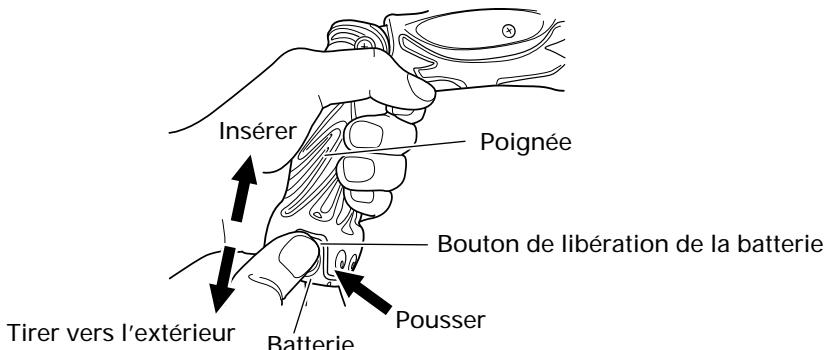

Fig. 3
Sinon, elle risque de tomber accidentellement de l'outil et de blesser l'opérateur ou d'autres personnes alentour. (Fig. 3)
Sortir la batterie de la poignée de l'outil tout en appuyant sur les boutons de libération de la batterie (2) de chaque côté de la batterie. (Fig. 3)